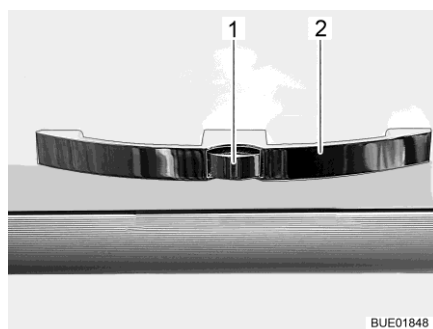

Bild 49 Möbelklappe mit Griff (Beispiel)
- Den Entriegelungsknopf (Bild 49,1) am Griff (Bild 49,2) drücken und gedrückt halten.